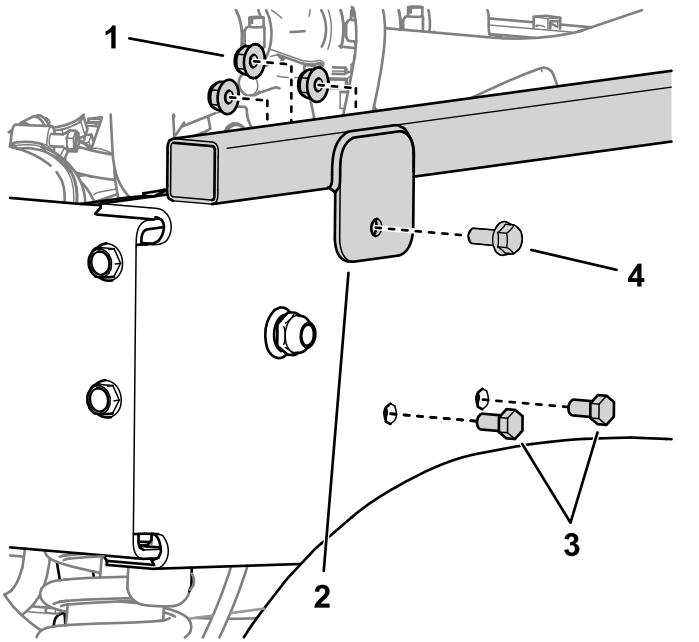

図 12
5. 機体の右側で、ソレノイドブラケットを外してドリルの邪魔にならないようにする 図 12。
6. 側面用荷台スペーサアセンブリの取り付けタブを型紙として使用して荷台フレームアセンブリにドリルで穴を開け、短いボルトとナットでフレームアセンブリを固定する 図 12。